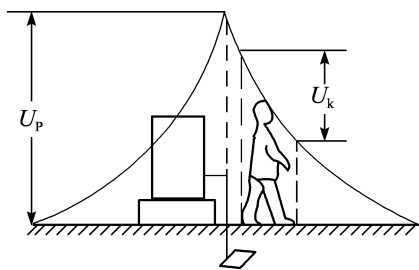

图 1-12 跨步电压触电示意图
(3)跨步电压触电。跨步电压触电是指人在接地点附近,由两脚之间的跨步电压引起的触电事故。当带有电的电线掉落到地面上时,以电线落地的一点为中心,画许多同心圆,这些同心圆之间有不同的电位差(电压)。跨步电压是指人站在地上具有不同对地电压的两点,在人的两脚之间所承受的电压,如图 1-12 所示。跨步电压与跨步大小有关,人的跨步距离一般按 0.8 m 考虑。